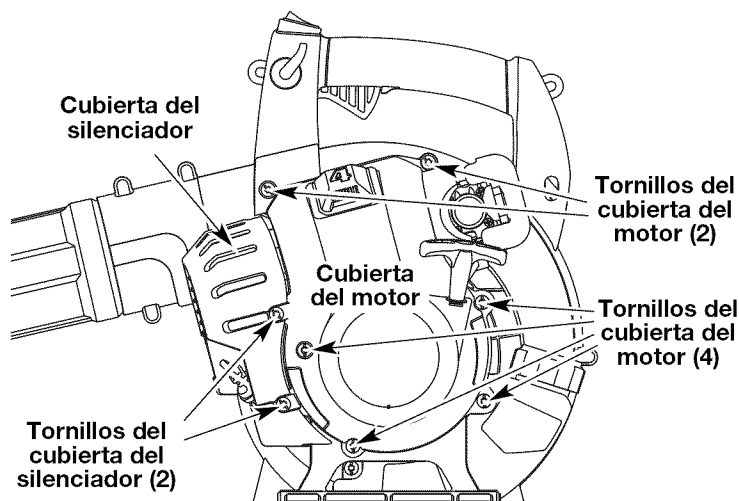

Fig. 28
1. Quite los dos (2) tornillos de la manija utilizando un destornillador de hoja plana, o un destornillador de cabeza Torx del número T-20, mientras sujeta las tuercas con una llave para tuercas de 3/8" (Fig. 28).
2. Saque el perno superior situado cerca de la manija de la cuerda del arrancador con las herramientas mencionadas en el paso 1 (Fig. 28).